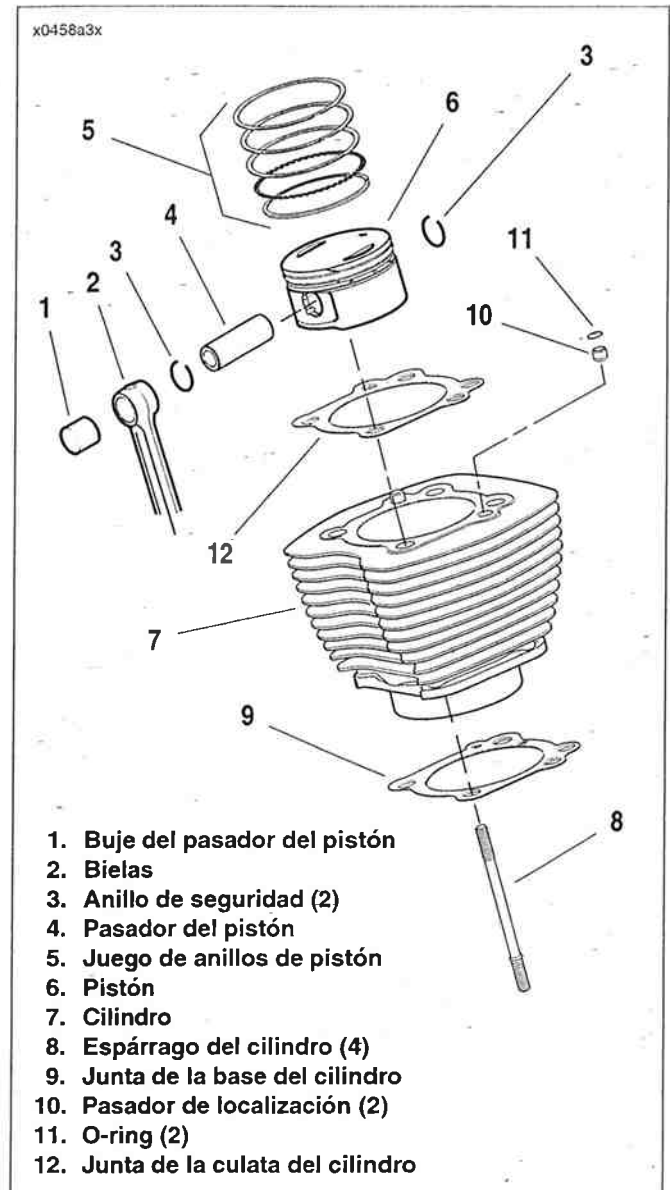

Figura 3-20. Cilindro y pistón
1. Vea la Figura 3-20. Limpie el cárter alrededor de la base del cilindro (7) para evitar que entren suciedad o desechos en el cárter mientras extrae el cilindro.